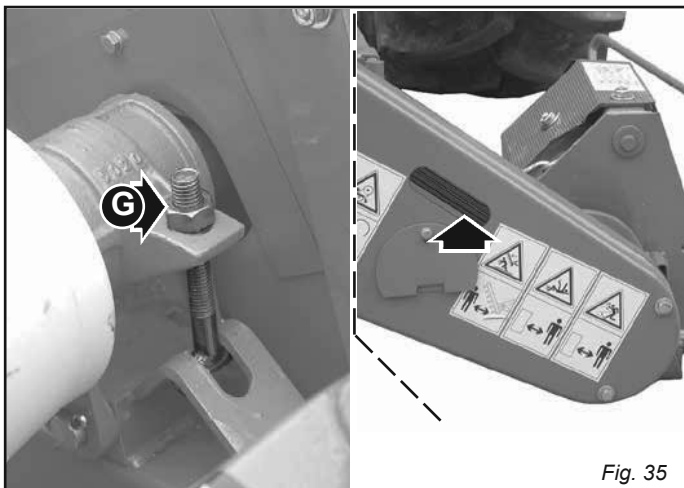

Fig. 35
- Régler périodiquement la tension des courroies au moyen de l'écrou (G, Fig. 35). Le contrôle a lieu à travers un regard pratiqué sur le carter; il ne doit pas y avoir plus de 2 cm de jeu. La fenêtre de visite doit être absolument fermée par le volet après chaque contrôle des courroies.